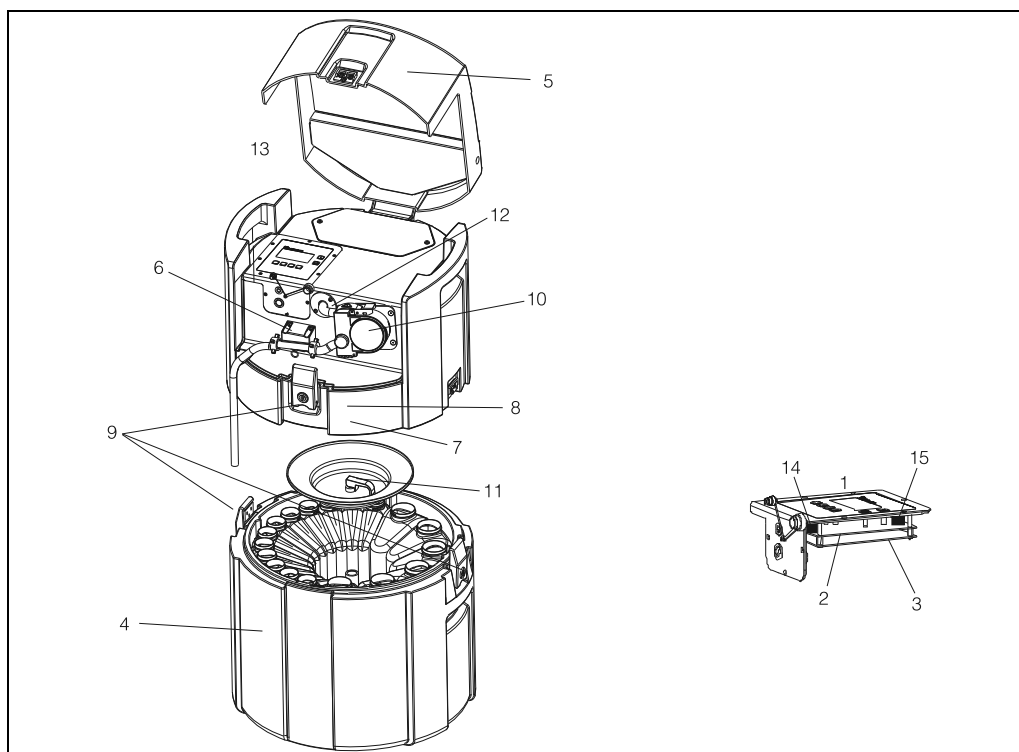

Fig. 34 : Pièces de rechange Liquiport 2000 Ex (pour la légende, voir liste des pièces de rechange page suivante)
<p>Software</p> <p>A 1 programme</p> <p>B 7 programmes</p> <p>Langue</p> <p>A allemand</p> <p>B anglais</p> <p>C français</p> <p>D italien</p> <p>E espagnol</p> <p>F hollandais / néerlandais</p> <p>G danois</p> <p>K tchèque</p> <p>P polonais</p> <p>Module</p> <p>A Commande complète (→ fig. 34, pos. 1)</p> <p>B CPU, afficheur inclus (→ fig. 34, pos. 2)</p>